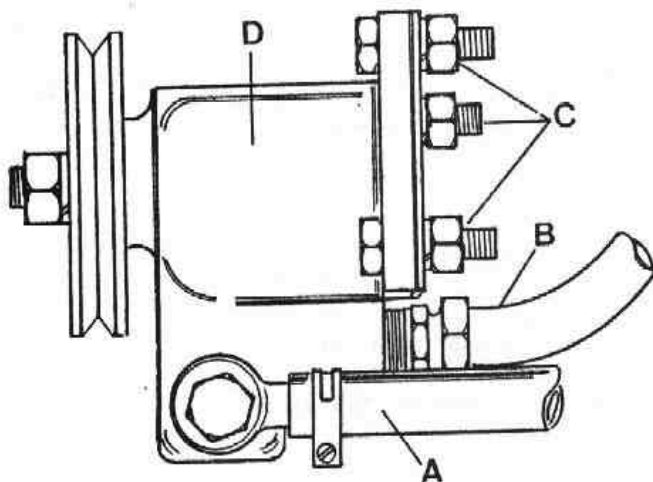

Fig. G2-10 Bomba de la servo-dirección
1.2. Desconectar las tuberías, A (Fig. G2-10) de entrada de aceite y la, B, de salida, recogiendo el vertido en un recipiente limpio.
1.3. Desmontar los elementos de fijación, C (Fig. G2-10) de la bomba y extraer la correa de accionamiento y la bomba, D.